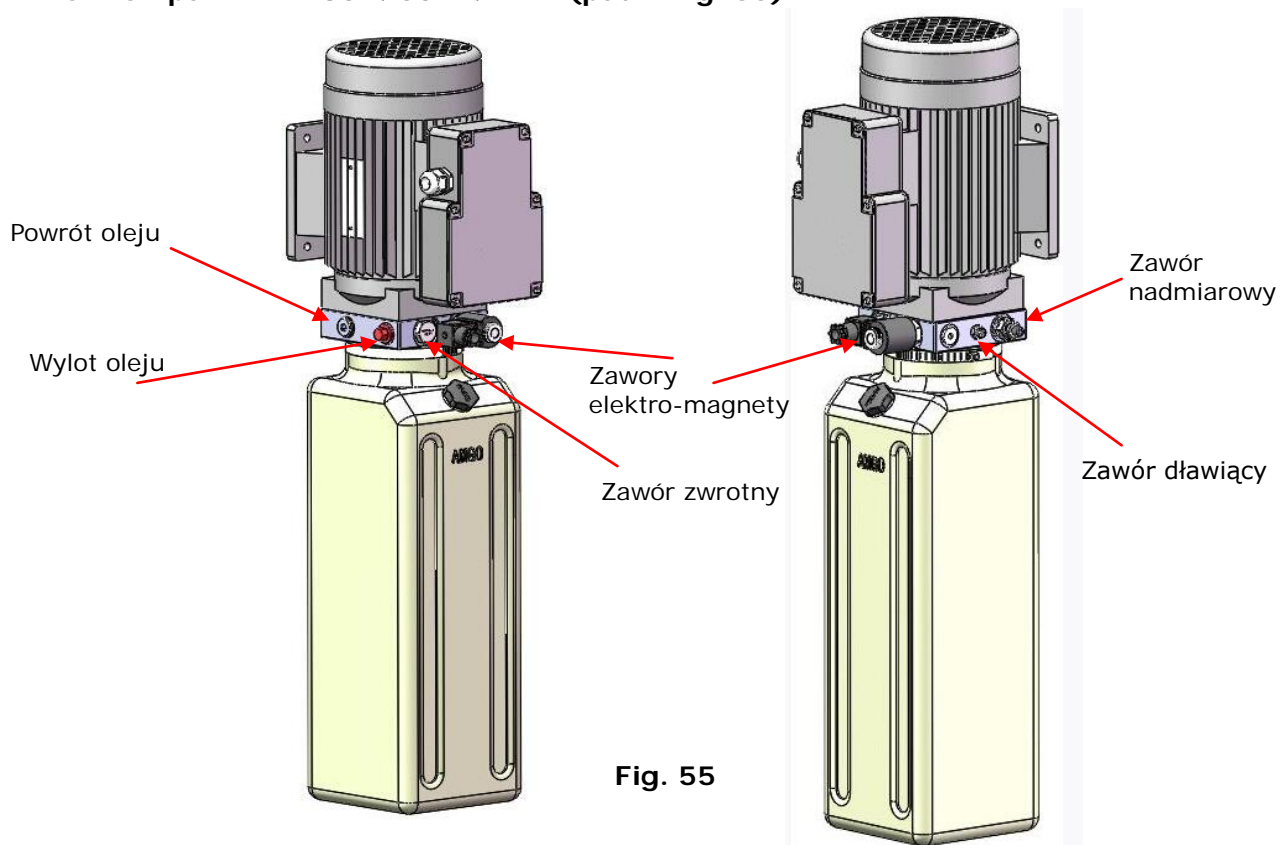

Fig. 55
a. Pompa PEAK 230V/50Hz/1 Ph (patrz Fig. 55)